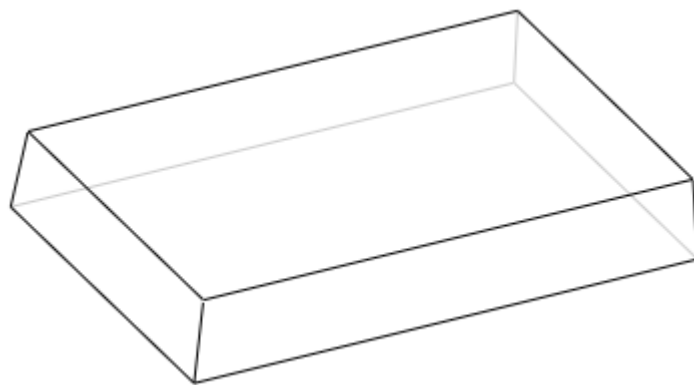

图 46-9
- (4) 按下 CTRL 键，在图形窗口中依次选择长方体的四个侧面，作为拔模曲面。
- (5) 修改拔模角度为 5° ，单击  按钮，完成特征的建立，如图 46-9 所示。